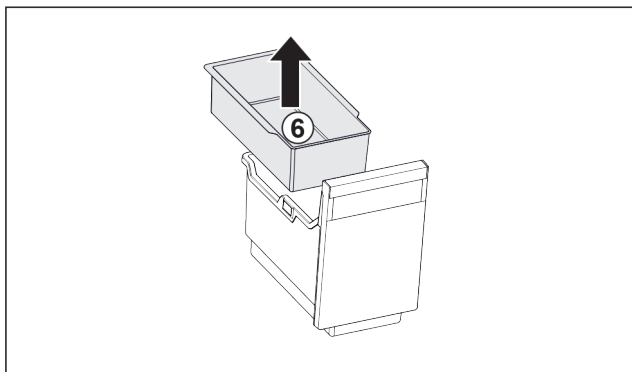

Fig. 19
- ▶ Izvadite ovjesnu posudu Fig. 19 (6).